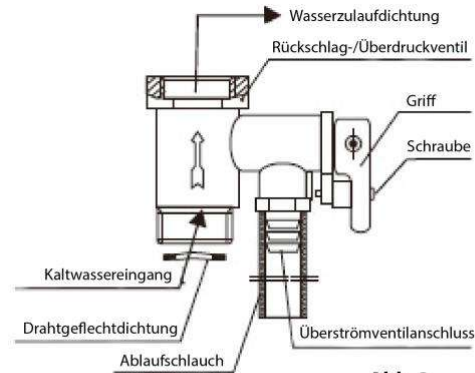

Abb. 3
- Das Sicherheitsventil (0,8 MPa, als Zubehörartikel mitgeliefert) ist am Wasserzulaufanschluss zu installieren, wie in Abb. 3 gezeigt). Achtung: Überprüfen Sie die in Ihrem Land geltenden Vorschriften, um sicherzustellen, dass Sicherheitsventile zulässig sind.
- Wickeln Sie Rohrdichtungsband um das Gewinde, um die Dichtigkeit zu gewährleisten. Die Ausrichtung des am Ventil befindlichen Pfeils muss mit der Flussrichtung der Wasserzuleitung des elektrischen Warmwasserspeichers übereinstimmen (siehe Abb. 3).
- Bei normaler Benutzung sollte der Griff des Sicherheitsventils (Abb. 3) regelmäßig geöffnet werden, um Kesselsteinablagerungen zu entfernen. Hierzu ist in folgender Weise vorzugehen: Drehen Sie den Ablass-Griff nach oben in die horizontale Stellung (ist der Griff mit Schrauben ausgestattet, sind diese vorher mit einem Schraubendreher zu lösen).